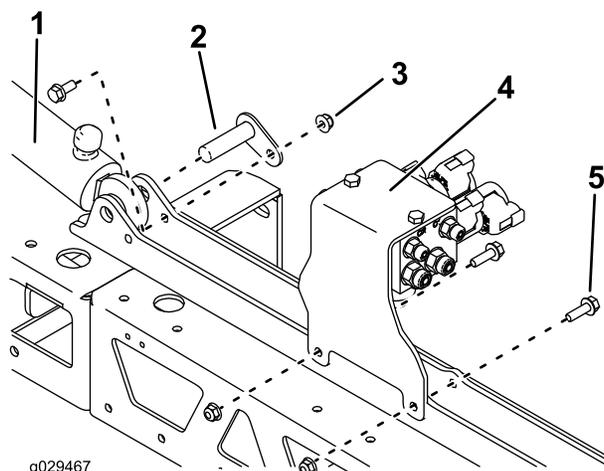

図 14
- 油圧シリンダとバルブマウントを取り付けるもともとのボルト類を再使用する 図 14。